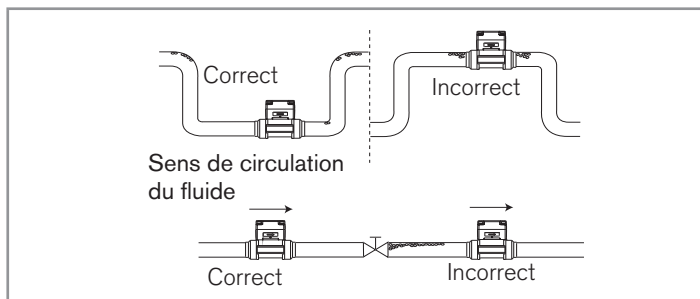

Fig. 4 : Bulles d'air dans la canalisation
- Eviter la formation de bulles d'air dans la conduite, au niveau de l'appareil (Fig. 4).